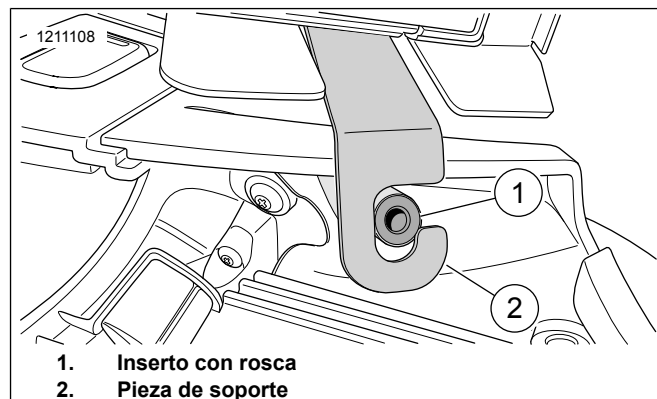

Figura 7. Pieza de soporte e inserto con rosca (se muestra la izquierda, derecha similar)
9. Consulte la Figura 7. Verifique que las piezas de soporte de montaje (2) estén completamente asentadas alrededor del inserto con rosca (1).